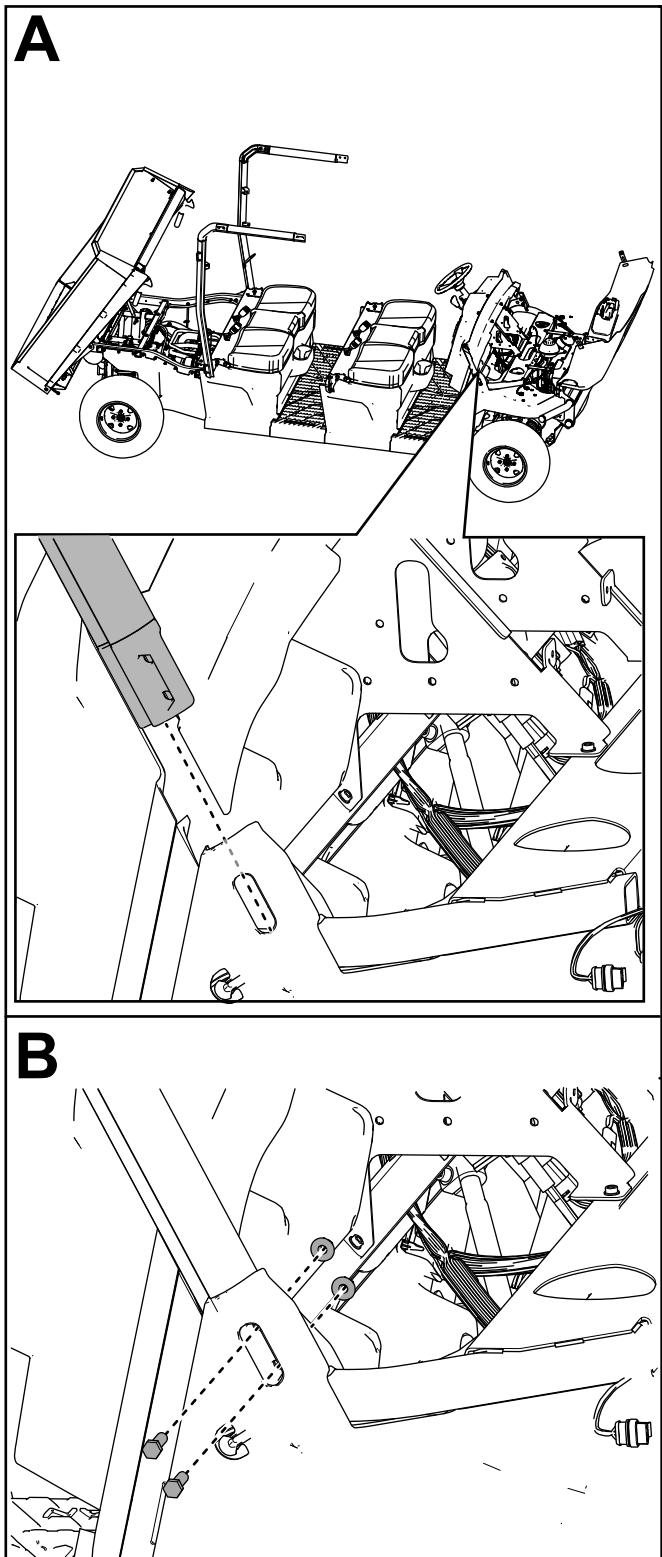

Figure 44
10. Fixez légèrement la barre avant droite de l'arceau de sécurité sur son support à l'aide de 2 boulons à tête hexagonale ($\frac{3}{8} \times 1\frac{1}{4}$ po) et de 2 contre-écrous ($\frac{3}{8}$ po), comme montré à la Figure 44.